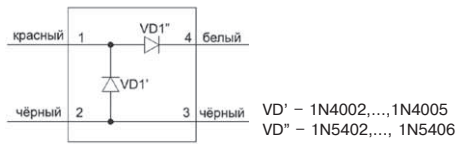
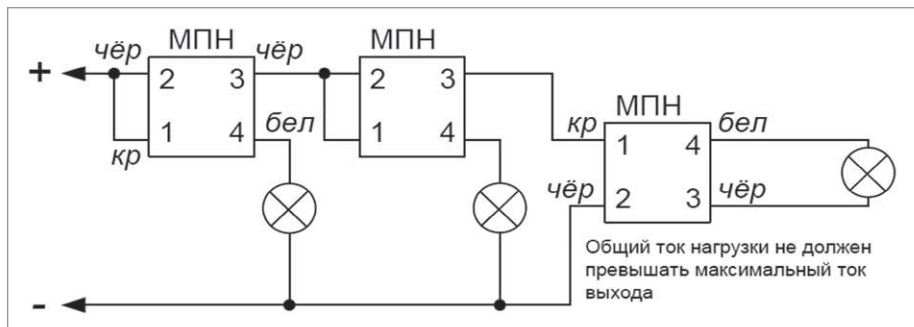

Рисунок 2. Схема внешних соединений прибора «С2000-АСПТ»
Рисунок 3. Схема подключения нескольких световых табло или сирен к одному выходу прибора
1. Схема внешних соединений прибора С2000-АСПТ приведена на рис.2. Если какая-либо из цепей «+1-»... «+7-» не используется, то необходимо подключить к ее контактам оконечный резистор: 4,7 кОм, 0,5 Вт из комплекта поставки.
4. Если какой-либо из выходов не используется, к его клеммам необходимо подключить модуль подключения нагрузки (МПН), белый (4) и черный (3) проводники которого нагрузить резистором (5,6...10) кОм, 0,5 Вт.
5. Несколько исполнительных устройств подключаются к одному выходу прибора по схеме, приведенной на рис. 3.